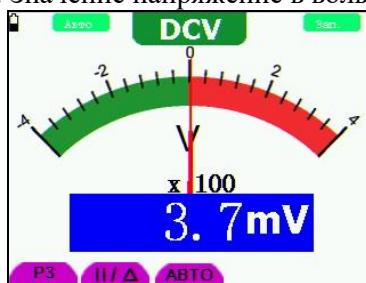

Рис. 25: Измерение постоянного напряжения (DC Voltage)
3. Подключите измеряемый объект (цепь) к наконечникам проводов, как указано на рисунке (стрелка отклоняется в красный сектор (вправо)). Значение напряжения в вольтах отображается на дисплее (с. рис.25).